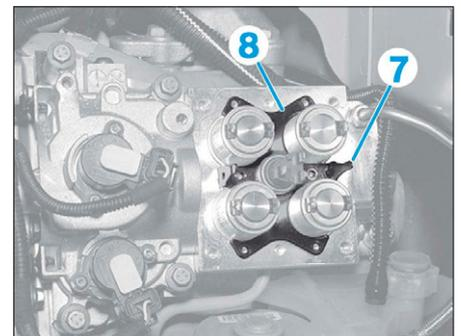

FIG. 36
- la plaque de masse (7) (Fig.36),
- la plaque de maintien (8).